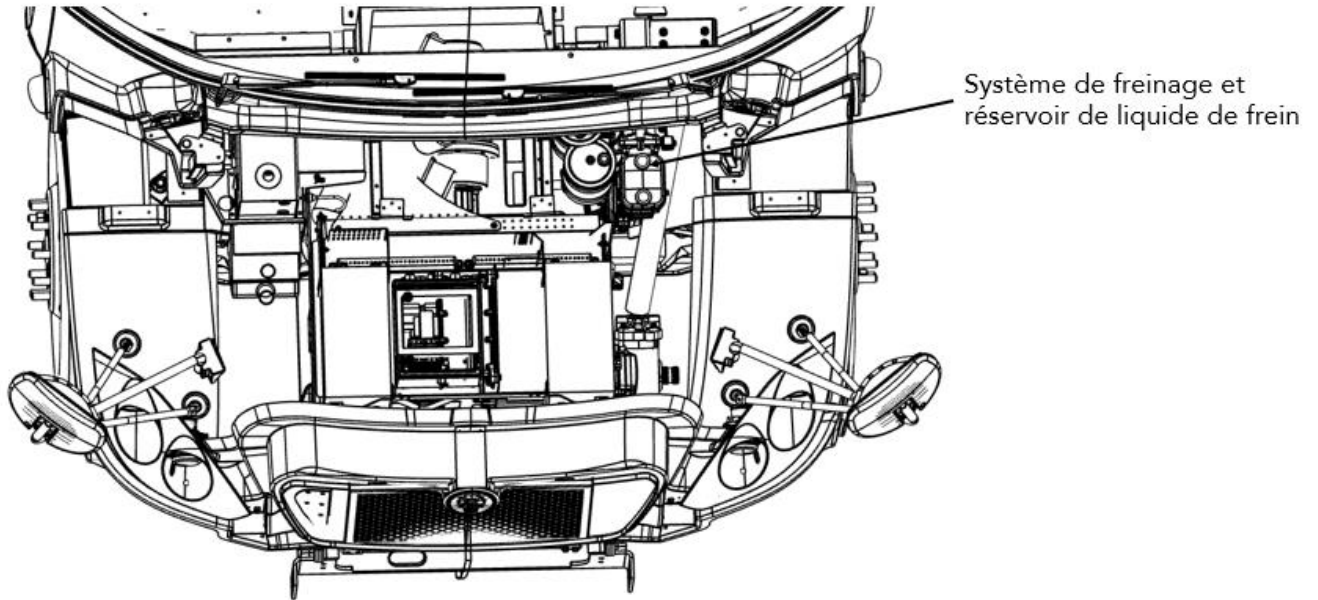

Figure 2 - Emplacement du réservoir
2. Ouvrez le capot du véhicule et localisez le réservoir de liquide de frein (figure 2).